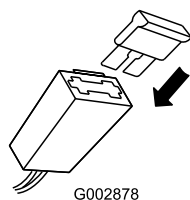

Рисунок 30
3. Замените плавкий предохранитель в держателе (Рисунок 30).